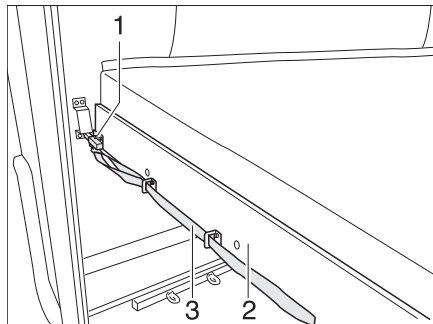

Bild 158 Etagenbett (Heck)
- An der Schlaufe (Bild 158,3) ziehen und den Riegel (Bild 158,1) lösen.
- Den Lattenrost (Bild 158,2) mit der Matratze nach vorn ziehen, bis er einrastet.